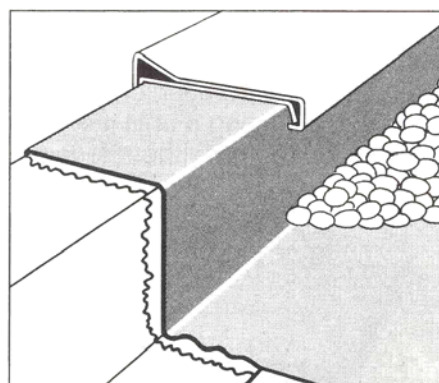

Рис. 5
4.1.6. **ВАЖНО ЗНАТЬ:** Балласт должен быть выложен на мембрану сразу после её раскладки, для предотвращения подвижки листа либо повреждения ветром. В качестве балласта должен быть использован промытый гравий размером 20-40 мм (рис.5). Балласт должен распределяться равномерно для обеспечения в среднем нагрузки 50 кг/м². **Речная галька** может укладываться непосредственно на мембрану с расходом не менее 488 кг/10 м².